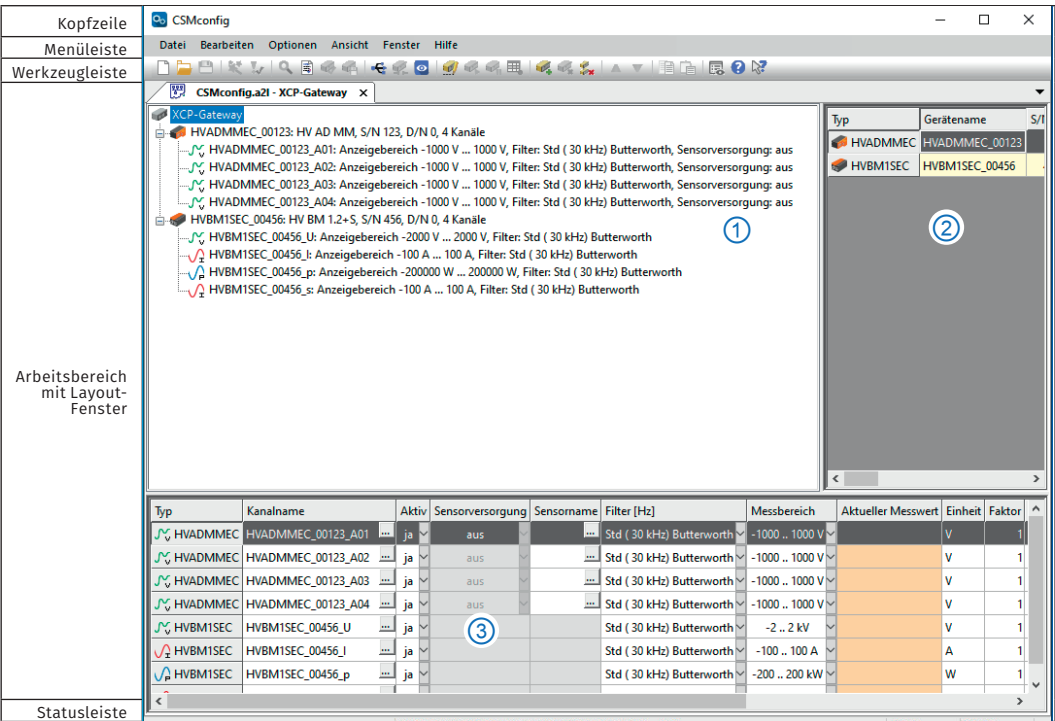

Abb. 6-2: CSMconfig Benutzeroberfläche
- ▶ **Baumansicht** (Abb. 6-2, ①)
- ▶ **Geräteliste** (Abb. 6-2, ②)
- ▶ **Kanalliste** (Abb. 6-2, ③)